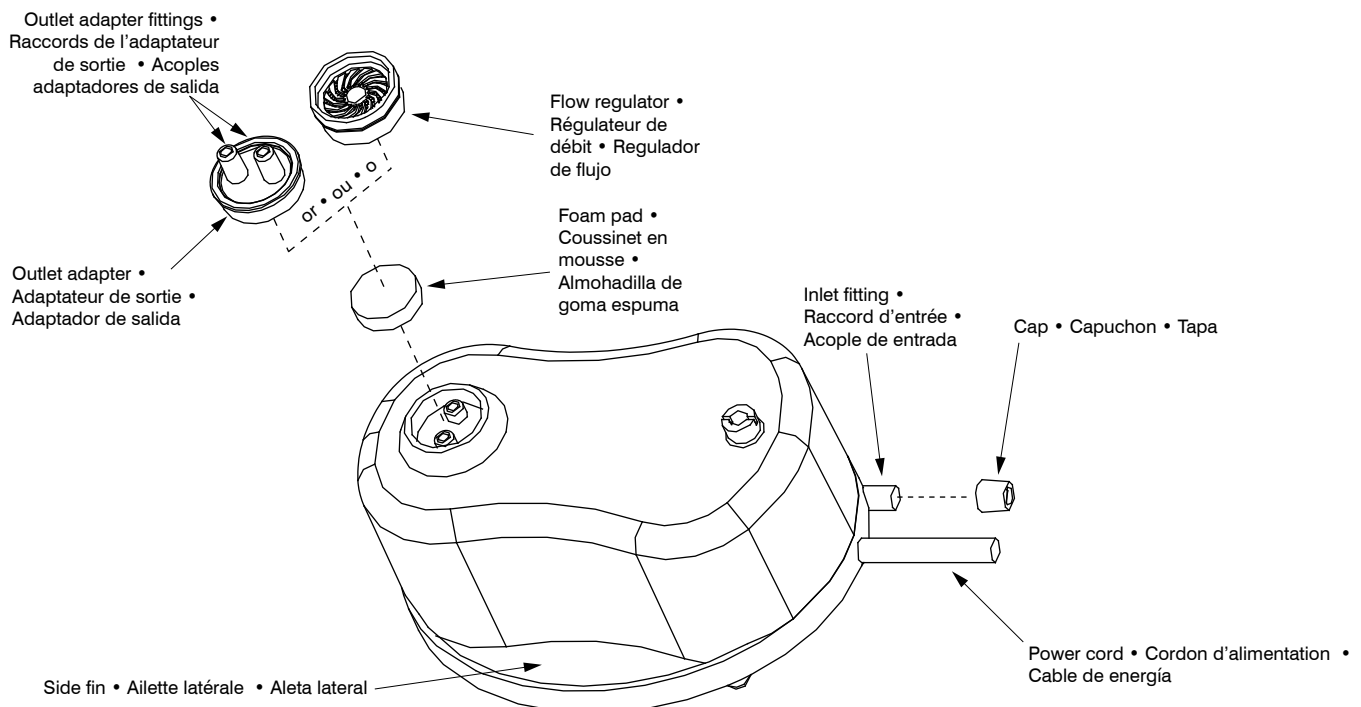

Fig. 4
1. Remove the cap from the inlet fitting (Figure 4).
1. Enlever le capuchon du raccord d'entrée (Figure 4).